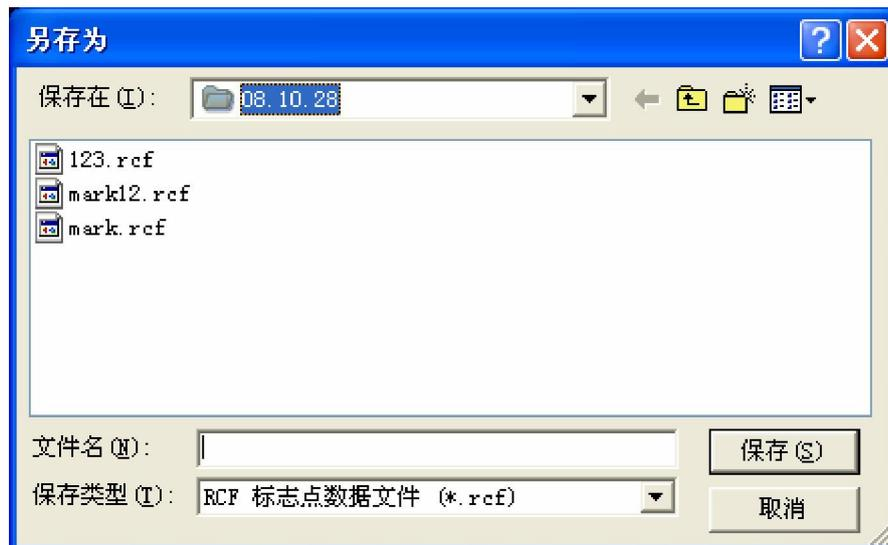

图 3-42 保存框架
3. 将工件放置于框架上进行扫描，如图 3-42 所示。在窗口中进行杂点的删除后关闭。